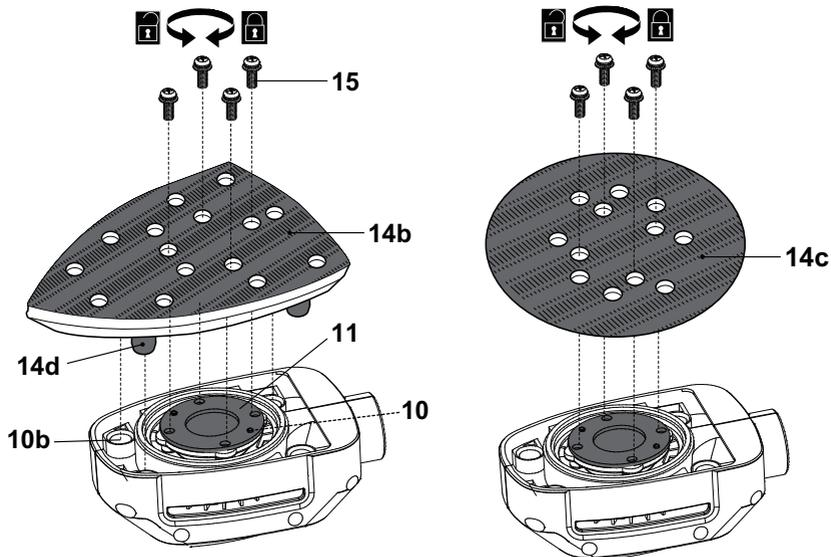

Fig. 3
- > Alignez les trous et positionnez la semelle (14b, 14c) sur le disque intercalaire (11)/disque d'entraînement (10). Fixez-la à l'aide des 4 vis (15) (Fig. 3).